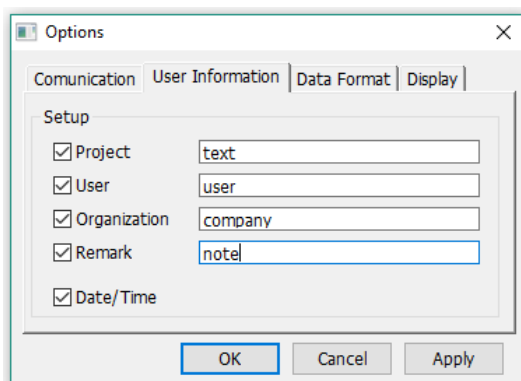

Fig. 2.7-1 Informazioni Utente
- Nella linguetta **User Information** è possibile selezionare con la spunta ed inserire informazioni nei campi che verranno aggiunti sulla stampa dei report (Fig.2.7-1);